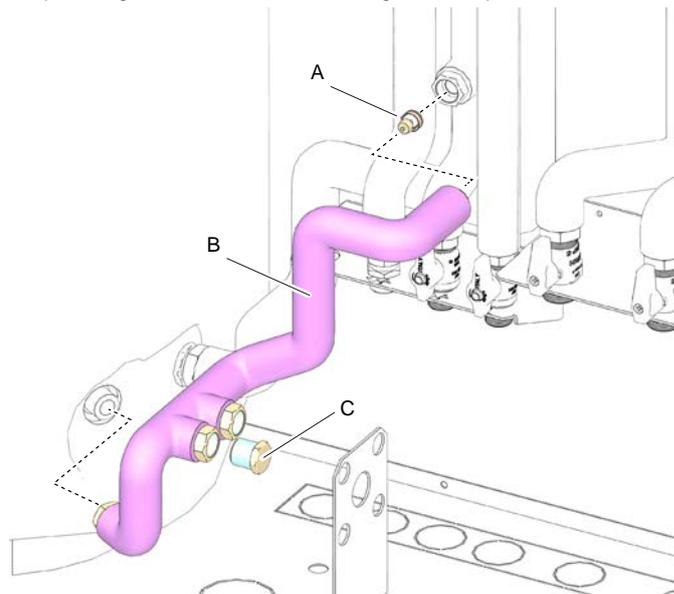
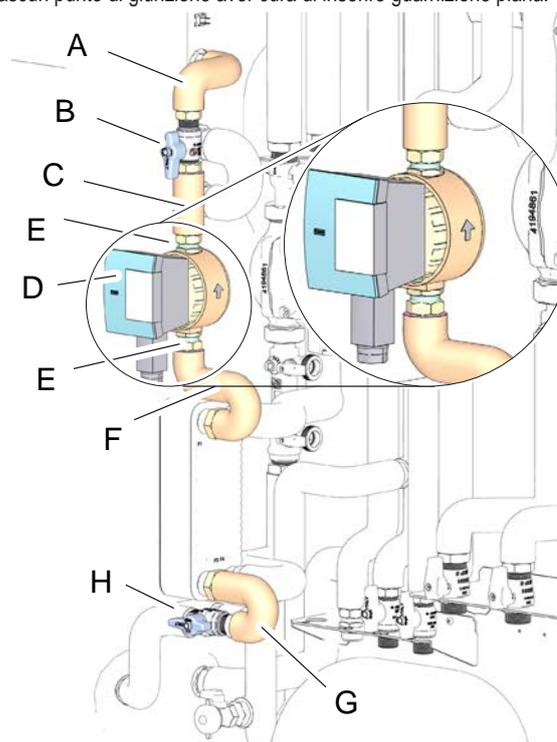

fig. 41 -
fig. 54 -
Montare la valvola di non ritorno (part. A "fig. 41 -"), montare tubazione 3841T910 (part. B "fig. 41 -") avendo cura di premontare il tappo (part. C "fig. 41 -"). Per ciascun punto di giunzione aver cura di inserire guarnizione piana.
- tubazione cod. 3841T260 (part. A "fig. 54 -")
- rubinetto intercettazione M/M (part. B "fig. 54 -")
- tubazione cod. 3841T270 (part. C "fig. 54 -")
- circolatore ACS STAR-Z NOVA (part. D "fig. 54 -"), avendo cura di montarlo con la freccia stampata sul corpo pompa rivolta in alto
- nippli di giunzione (part. E "fig. 54 -")
- tubazione cod. 3841T280 (part. F "fig. 54 -")
- tubazione cod. 3841T290 (part. G "fig. 54 -")
- rubinetto M/M (part. H "fig. 54 -") avendo cura di smontare il tappo premontato (vedi "fig. 41 -" a pagina 20).